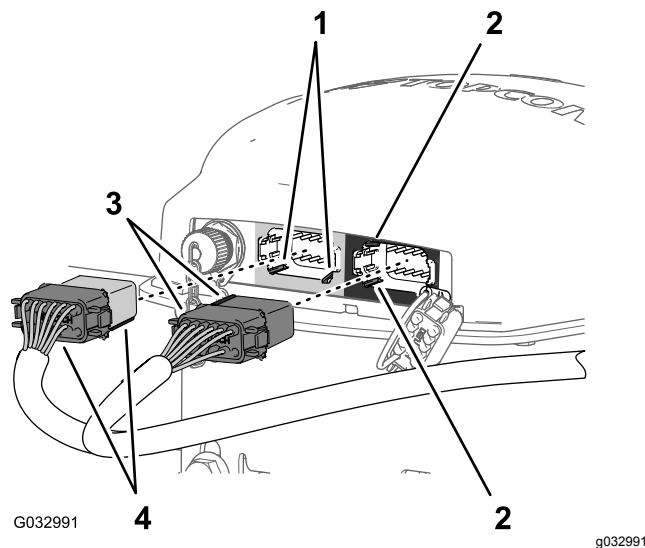

Figura 167
3. Alinee las 2 pestañas del lado largo del conector hembra de 12 vías gris y negro del arnés de datos con las 2 muescas guía del lado horizontal inferior del conector de 12 pines izquierdo (gris) del receptor de navegación (Figura 167).
4. Conecte el conector hembra de 12 vías gris y negro del arnés de datos al conector de 12 pines izquierdo (gris) del receptor de navegación hasta que los cierres del conector se enganchen firmemente (Figura 167).
5. Alinee las 2 pestañas del lado corto del conector hembra de 12 vías negro del arnés de datos con las 2 muescas del lado izquierdo vertical del conector de 12 pines derecho (negro) del receptor de navegación (Figura 167).
6. Conecte el conector hembra de 12 vías negro liso del arnés de datos al conector de 12 pines izquierdo (negro) del receptor de navegación hasta que los cierres del conector se enganchen firmemente (Figura 167).